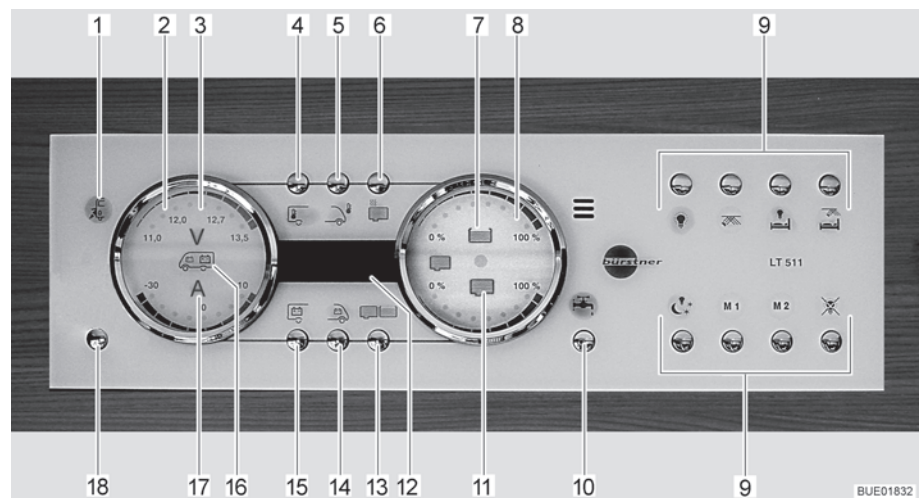

Fig. 119 Panel LT 511
Se enciende la luz de control de 230 V (Fig. 119,1) cuando hay tensión de red en la entrada del bloque eléctrico.
El interruptor principal de 12 V (Fig. 119,18) conecta y desconecta el panel y la alimentación de 12 V del habitáculo.
- Pulsar la tecla de la alimentación de 12 V (Fig. 119,18) brevemente. La alimentación de 12 V del habitáculo está conectada. La visualización de control "12 V" está encendida.
- ▷ En caso de que después de la conexión parpadeen tanto el LED "11,0" de la visualización de voltios así como el símbolo Voltios "V" (Fig. 119,3) en el instrumento indicador Baterías (Fig. 119,2), será demasiado baja la tensión de la batería del habitáculo. Cargar la batería.
- ▷ En caso de que después de la conexión parpadeen tres veces la visualización de control 12 V y el símbolo Voltios V (Fig. 119,3), estará activada la separación de batería. Desactivar la separación de batería.
- Pulsar la tecla de la alimentación de 12 V (Fig. 119,18) brevemente. La alimentación de 12 V del habitáculo está desconectada. La visualización de control "Alimentación de 12 V" se apagará.
- Pulsar la tecla Batería del habitáculo (Fig. 119,15) y mantenerla pulsada aprox. 10 segundos. El símbolo Voltios "V" (Fig. 119,3) y la visualización de control "12 V" parpadearán tres veces. La batería del habitáculo está separada de la red de a bordo de 12 V.
- Pulsar la tecla de la alimentación de 12 V (Fig. 119,18) y mantenerla pulsada aprox. 5 segundos. El símbolo Voltios "V" (Fig. 119,3) y la visualización de control "12 V" parpadearán tres veces. La batería del habitáculo está conectada a la red de a bordo de 12 V. La visualización de control estará encendida durante aprox. 5 segundos.
- Pulsar la tecla Batería del habitáculo (Fig. 119,15). El símbolo Voltios "V" (Fig. 119,3) estará encendido. Según la carga o la descarga, el símbolo Amperios "A" (Fig. 119,17) estará encendido de color blanco o bien rojo. La tensión de la batería y la corriente de la batería del habitáculo son visualizadas a través de LED en el instrumento indicador.
- Pulsar la tecla Batería del motor de arranque (Fig. 119,14). El símbolo Voltios "V" (Fig. 119,3) estará encendido. La tensión de la batería del motor de arranque es visualizada a través de LED en el instrumento indicador.
- Indicar: ■ Pulsar la tecla Depósitos (Fig. 119,13). Los símbolos Depósito de agua (Fig. 119,7) y Depósito de aguas residuales (Fig. 119,11) estarán encendidos. Los niveles de llenado del depósito de agua (escala superior) y del depósito de aguas residuales (escala inferior) serán visualizados a través de LED en el instrumento indicador.
El símbolo Depósito de agua (Fig. 119,7) o el símbolo Depósito de aguas residuales (Fig. 119,11) parpadeará si el depósito de agua está vacío o el depósito de aguas residuales está lleno.
A través del visualizador digital (Fig. 119,12) es posible visualizar la temperatura interior y la temperatura exterior.
- Pulsar la tecla Temperatura interior (Fig. 119,4). Indica la temperatura interior.
- Pulsar la tecla Temperatura exterior (Fig. 119,5). Indica la temperatura exterior.
Con la tecla Bomba de agua (Fig. 119,10), se puede conectar y desconectar la bomba de agua.